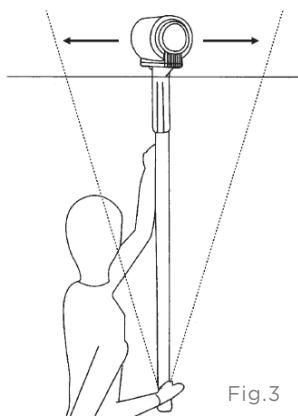

Fig.3
4. Cuando utilice la pértilga, asegúrese siempre de estar colocado directamente bajo el peso del rodillo (Fig.3).